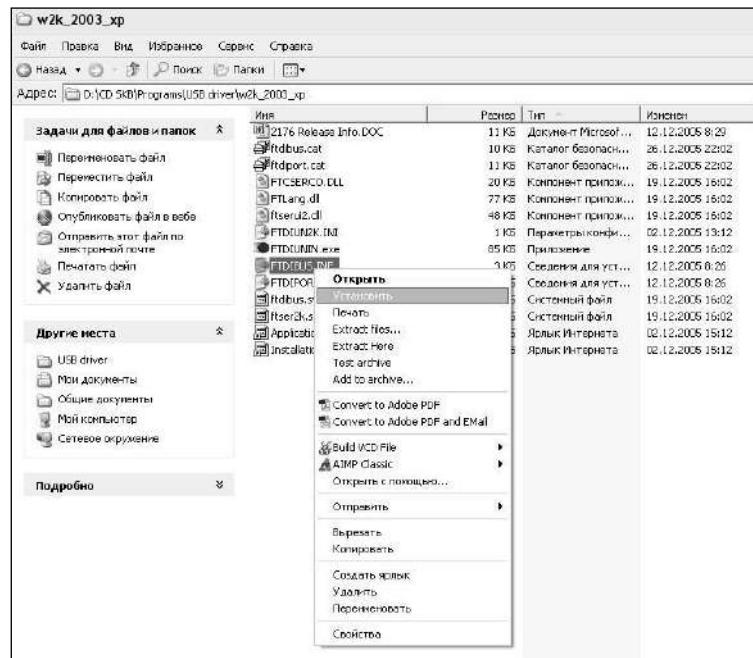

Рисунок 2.3 – Окно ручной установки драйвера
- нажать правой клавишей мыши на файле FTDRIVER.INF в выпадающем меню выбрать пункт «Установить» (рисунок 2.3);